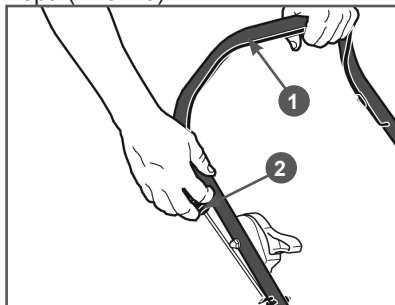

Рис. 16 Запуск двигателя
3. Встаньте позади газонокосилки.левой рукой нажмите на рычаг 1 остановки двигателя и удерживайте его, а правой рукой возьмите ручку 2 стартера (Рис. 16).
3. Отпустите рычаг 1 остановки двигателя (Рис. 16).